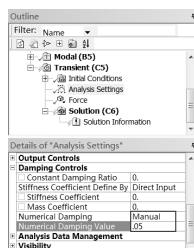

图 9-41 设定阻尼比
Step7：如图 9-41 所示，选择 Transient (C5) Analysis Settings 命令，在出现的 Details of “Analysis Settings” 面板中做如下输入。